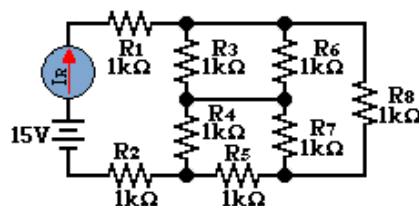

Figura 1.7
**Nota.** La forma de medir corriente es conectando el multímetro en serie con el elemento como lo muestra la figura 1.7. Posicione el selector en un rango adecuado. **Debe tener cuidado de no exceder la capacidad del aparato en el rango en el que éste se use.** Si no conoce el valor a medir seleccione la escala más alta.